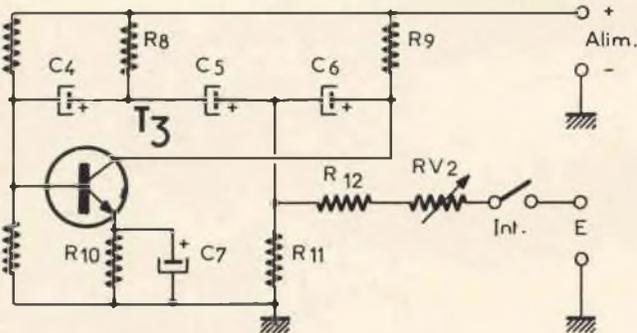

Fig. 3 - Schema elettrico del generatore di vibrato.
**Componenti di fig. 3**
Prendiamo in considerazione lo schema di fig. 3. Il circuito oscillatore RC a sfasamento è realizzato accoppiando il collettore del transistor  $T_3$  alla base di questo stesso transistor per mezzo della rete  $R_9, C_6, C_5, R_8, C_4, R_6$  e  $R_7$ .
Per una oscillazione di circa 6 Hz, i valori degli elementi devono essere quelli riportati nella didascalia di fig. 3. L'interruttore serve per includere o escludere il dispositivo di tremolo separando i due circuiti.